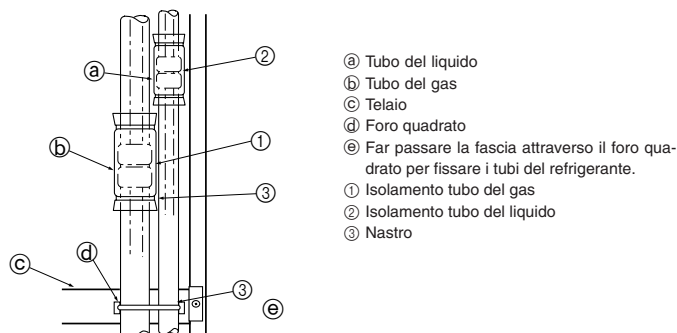

Fig. 4-5
Isolare completamente i giunti a cartella ① e ② dei tubi del gas e del refrigerante, per evitare la formazione di condensa. (Fig. 4-5)
- Fissare i materiali isolanti del tubo del gas ① e del tubo del liquido ② ad entrambe le estremità, in modo che non scivolino e vengano ad allinearsi uno con l'altro.
- Una volta completato il lavoro di isolamento, utilizzare una fascia ③ per fissare il tubo del refrigerante al telaio (sotto la sezione del giunto del tubo). Questo impedirà al tubo del refrigerante di staccarsi dal telaio. (Qualora il tubo del refrigerante sia staccato dal telaio dell'unità, non sarà possibile installare la griglia.)